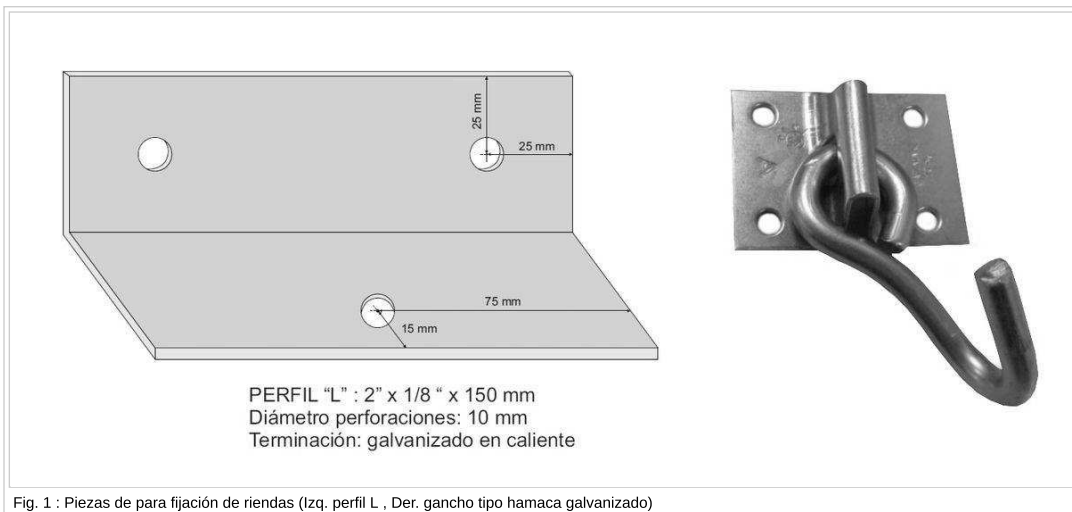

Fig. 1 : Piezas de para fijación de riendas (Izq. perfil L, Der. gancho tipo hamaca galvanizado)
- El vínculo entre la rienda y los puntos de fijación se realizará mediante alguna de las piezas que se presentan en las Fig. 1
- En caso de utilizar ganchos tipo hamaca estos deberán tener las características del que se muestra en Fig. 1 (platina de 1.5 mm de espesor, gancho de 8 mm de diámetro).